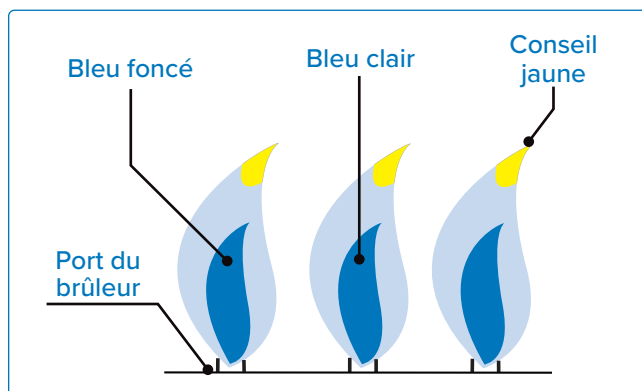

Fig. 26
- Un manque d'air provoquera des flammes jaunes, fuligineuses et faibles (**voir Fig. 26**).